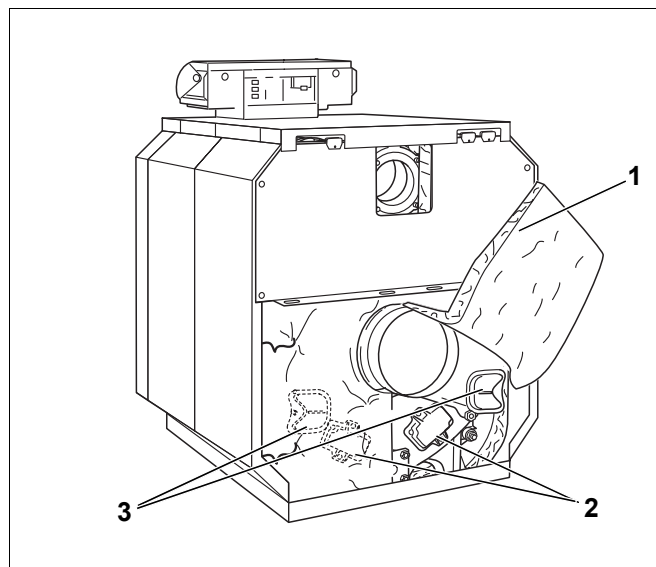

Fig. 75 Smontaggio dei coperchi di pulizia
- ▶ Allentare la molla di tensione al di sotto del tronchetto dei fumi, ribaltare l'isolamento termico verso l'alto e agganciarlo con la molla di tensione (fig. 75, [1]).
- ▶ Rimuovere i coperchi di pulizia sull'elemento posteriore (fig. 75, [2]) e sul collettore fumi (fig. 75, [3]).